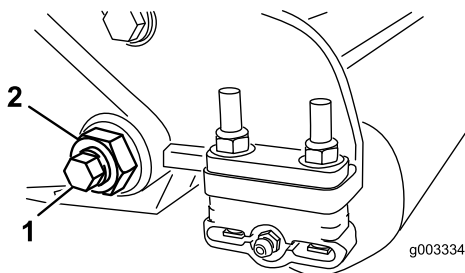

Рисунок 24
3. С каждой стороны машины ослабьте контргайку, крепящую болт планки неподвижного ножа (Рисунок 24).
4. Выверните все болты планки неподвижного ножа, потяните планку вниз и отсоедините от режущего блока (Рисунок 24).